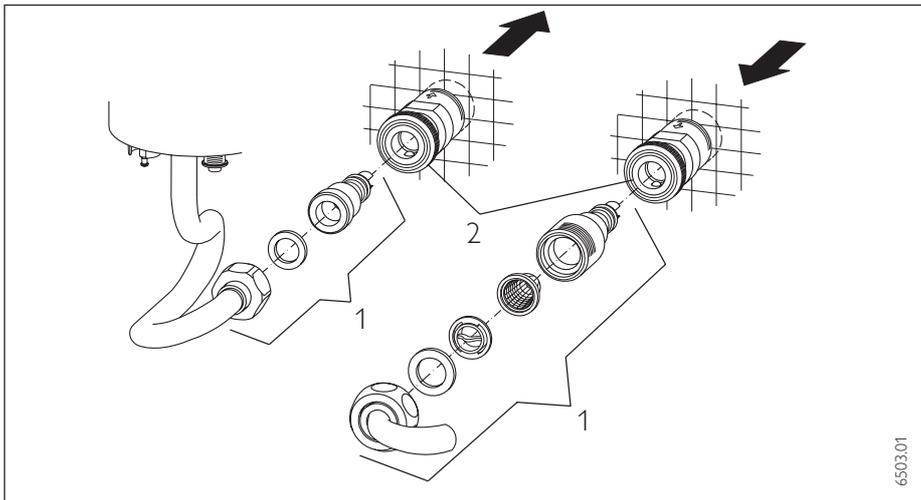

Abb. 11
### Unterputz-Anschluß auf Steckanschlüsse (Abb. 11, DHB 18 – 27 UNI)
– Montagemöglichkeit bei vorhandenen Wassersteckkupplungen (Pos. 2). Beiliegende Teile (Pos. 1) wie in Abb. 11 montieren.